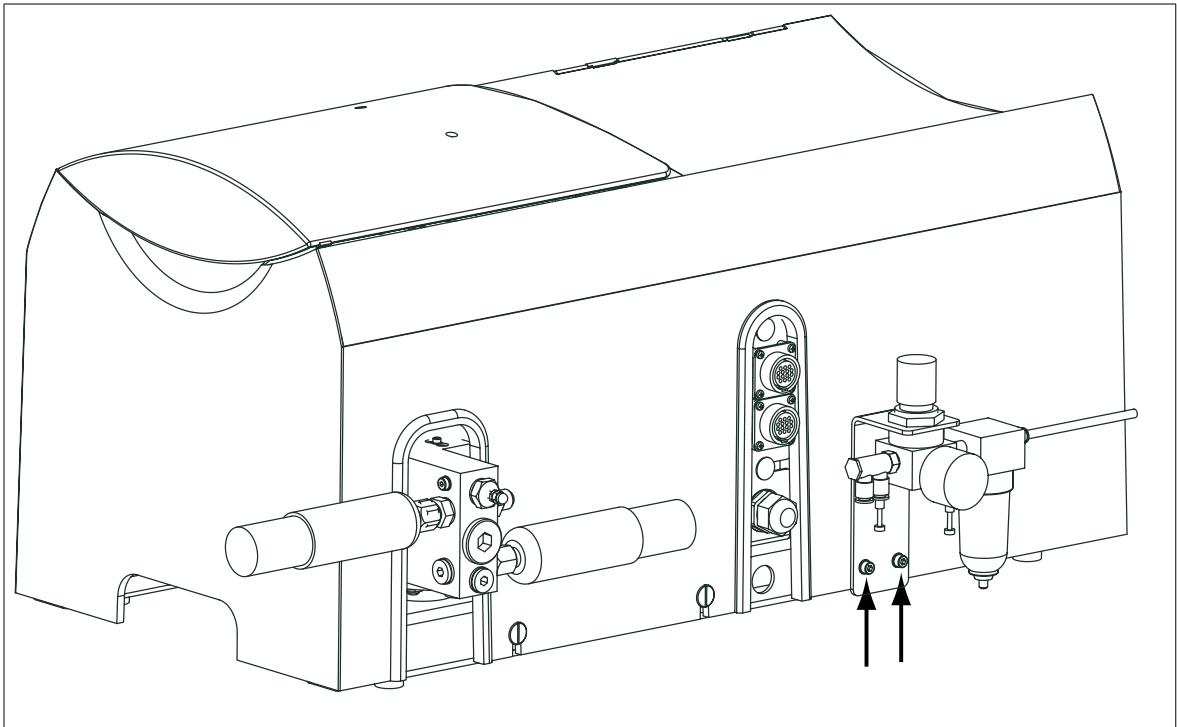

Bild 10.1.2/1: Montage des Sprühlufanbausatzes
3. Verschrauben Sie den Sprühlufanbausatz wie in Bild 10.1.2/1 gezeigt. Am Rahmen der Tankanlage sind entsprechende Gewindebohrungen vorgesehen.